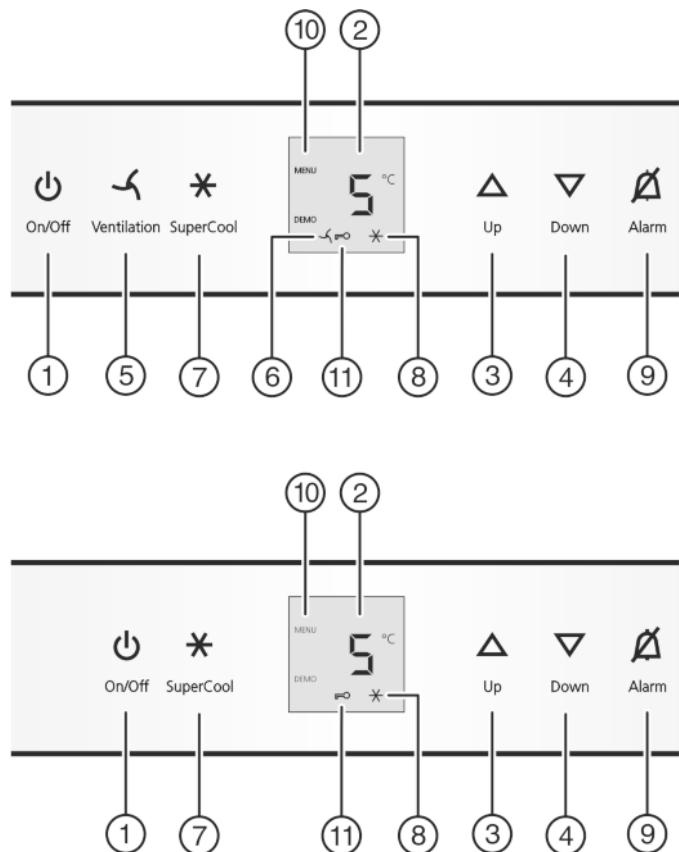

Fig. 2
- нажмите кнопку On/Off Fig. 2 (1).
- Активация режима настройки: удерживайте кнопку SuperCool Fig. 2 (7) прибл. 5 секунд.
- Коротко нажмите кнопку SuperCool Fig. 2 (7) для подтверждения.
- Для включения защиты от детей коротко нажмите клавишу SuperCool Fig. 2 (7).
- Символ "Защита от детей" Fig. 2 (11) горит. На индикации мигает **c**.
- Для выключения защиты от детей коротко нажмите клавишу SuperCool Fig. 2 (7).
- Символ защиты от детей Fig. 2 (11) гаснет. На индикации мигает **c**.
- Выход из режима настройки: нажмите кнопку On/Off Fig. 2 (1).
- Нажмите кнопку Alarm Fig. 2 (9).
- Установка более высокой температуры: нажмите кнопку настройки Up Fig. 2 (3).
- Установка более низкой температуры: нажмите кнопку настройки Down Fig. 2 (4).
- Коротко нажмите кнопку SuperCool Fig. 2 (7).
- На индикации горит символ SuperCool Fig. 2 (8).
- Символ SuperCool Fig. 2 (8) на индикации гаснет.
- Коротко нажмите кнопку "Вентиляция" Fig. 2 (5).
- Символ Вентиляция Fig. 2 (6) горит.
- Символ Вентиляция Fig. 2 (6) не горит.